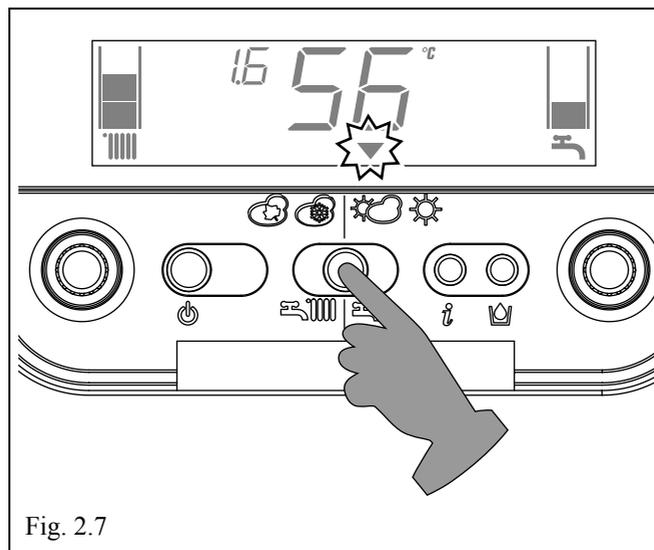

Fig. 2.7
- premere il tasto selezione funzioni fino a posizionare l'indicatore (▼) sulla funzione desiderata, secondo il tipo di funzionamento scelto (FIG. 2.7).